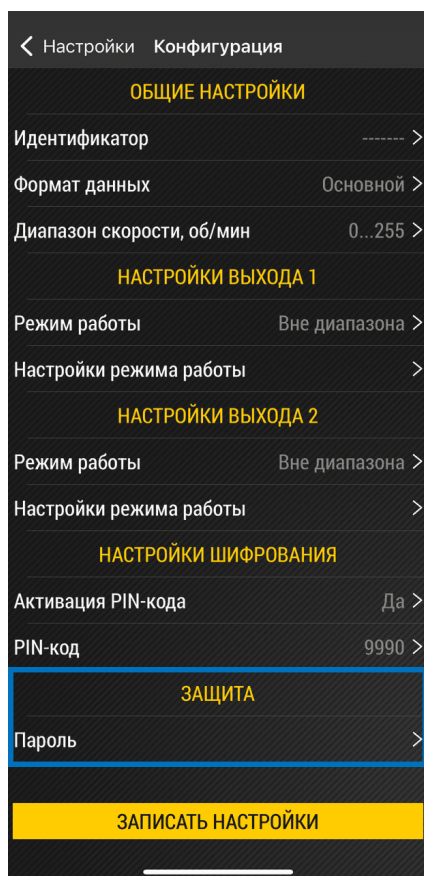

Рис.35. Настройки защиты
2. Нажмите на строку «**Пароль**» в секции «**Защита**» (**Рис.35**).